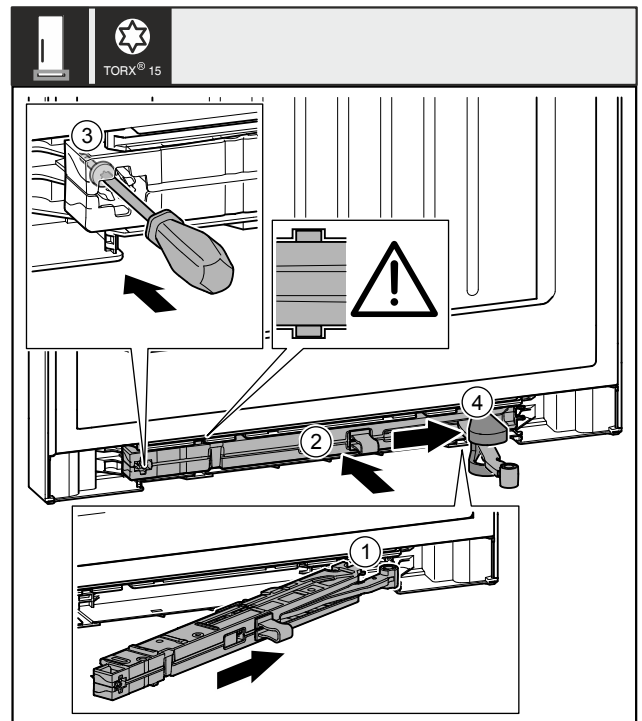

Fig. 46
- Schließdämpfereinheit Fig. 46 (1) auf der Lagerbock-seite bis zum Anschlag schräg in die Aussparung einschieben.
- Schließdämpfereinheit Fig. 46 (2) vollständig in Aussparung schieben.
- Schraube Fig. 46 (3) mit einem Schraubendreher fest-schrauben.
- Abdeckung Fig. 46 (4) über Gelenk schieben.